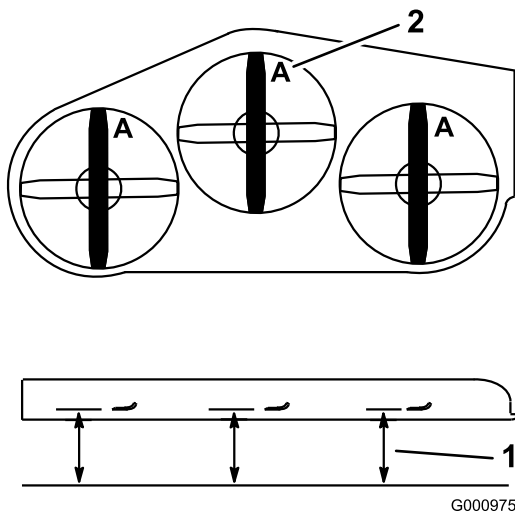

Figure 82
4. Au point **A**, mesurez l'écart entre la surface plane et le bord coupant de la pointe des lames (Figure 82).